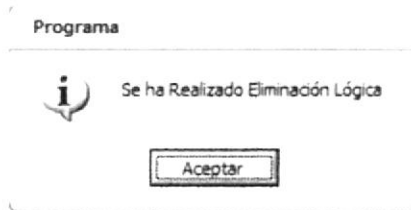

Figura 3.38 Mensaje de Eliminación de Artículo
3. Si se ha realizado la eliminación aparecerá el mensaje (Ver figura 3.38)